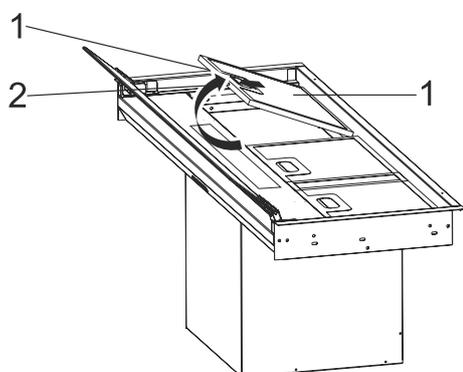

Fig. 10
1. Retirar o aparelho da embalagem e colocar os filtros de alumínio voltados para cima. (Fig. 10).
Premir o fecho do filtro de alumínio (/1) e puxar para cima (Fig. 10/2) para remover.